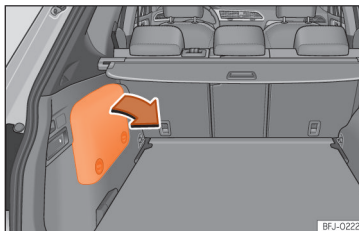

Рис. 244 У гібридних автомобілях (PHEV): акумулятор знаходиться в багажному відсіку
- АКБ 12 В розташована у відсіку ліворуч >>> **рис. 244.**